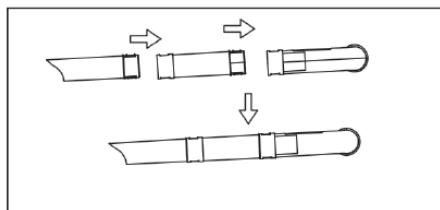

Fig.5
- Montieren Sie die drei Saugrohre wie abgebildet (Abb. 5).